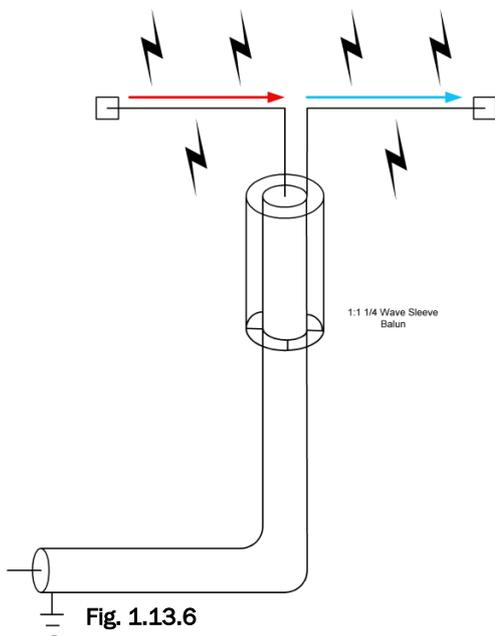

Fig. 1.13.6
Nella Fig. 1.13.6, balun a manicotto (*sleeve balun*) detto anche bazooka, data appunto la presenza esternamente al cavo di un manicotto conduttore, lungo tassativamente  $\frac{1}{4}$  d'onda ed infine alla sua terminazione inferiore collegato elettricamente alla calza della linea di discesa vera e propria, che costituisce una linea terminata esterna e concentrica alla linea di discesa per il tratto assegnato; essendo infinita l'impedenza presentata da una linea lunga  $\frac{1}{4} \lambda$  chiusa in cortocircuito (6) ne consegue che le eventuali correnti parallele ivi transittanti vi incontrerebbero un ostacolo insormontabile, essendone pertanto impedito il proseguire; ciò a differenza dalle correnti di linea utili, scorrenti all'interno di questa, che non ne vengono in alcun modo disturbate.